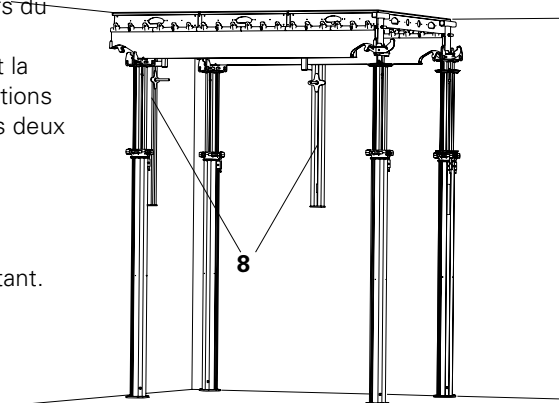

Fig. A4.08
→ La travée de départ est complète. (Fig. A4.08)
4. Enlever les trépieds. (Fig. A4.08) → la fixation murale est assemblée.